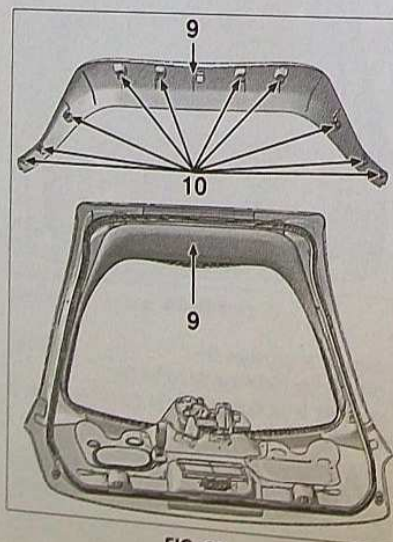

FIG. 39
- dégrafer les fixations (10) de garniture (9) et la déposer (Fig.39).